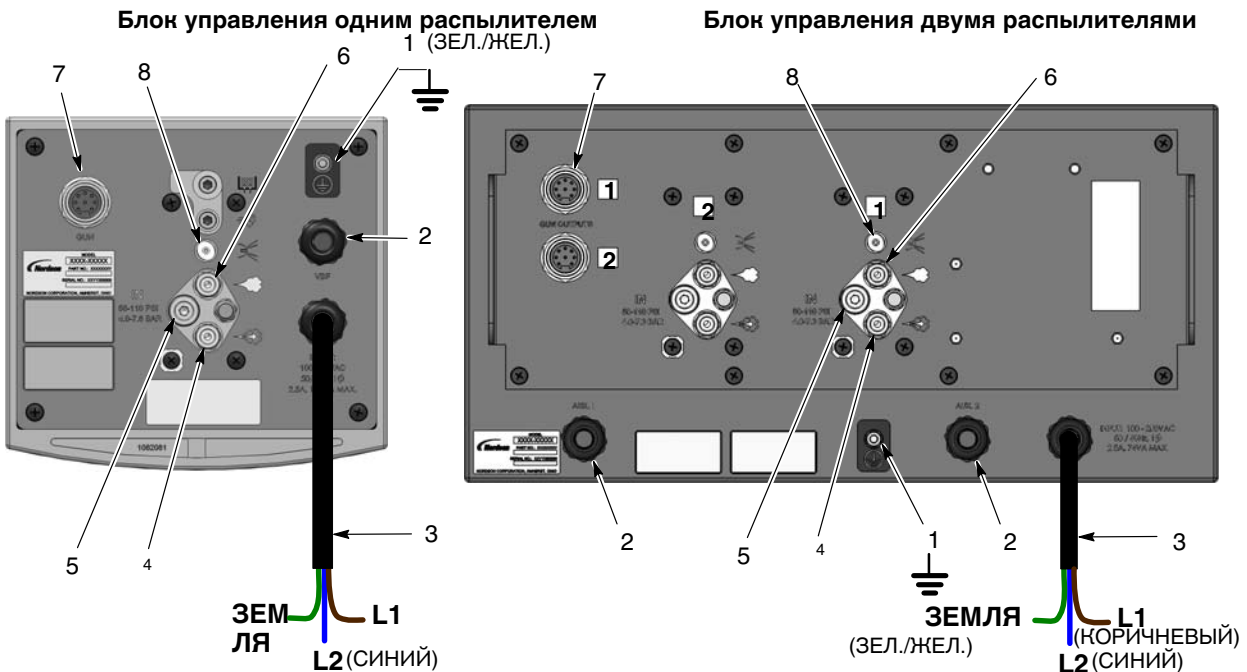

Рис. 3-4 Подключение блока автоматического управления одним/двумя распылителями
Смонтировать блок управления на плоской поверхности, обеспечив по периметру достаточный зазор для подключения к задней панели питания, сжатого воздуха и кабеля распылителя. См. размеры на рис. 3-4.
Расположить блок управления несколькими распылителями с входной или выходной стороны распылительной камеры, предусмотрев доступ к питанию и сжатому воздуху. При помощи анкерных болтов шкаф на полу. Предусмотреть лотки или крышки для защиты от повреждения пневмошлангов распылителей и насосов, а также кабелей распылителей. См. размеры на рис. 3-4.
Смонтировать соединения, как показано на рис. 3-4. При подключении удаленного пускового сигнала, сигнала блокировки конвейера и удаленного сигнала блокировки распылителей см. рис. 3-5.
См. рис. 3-4. Давление подачи сжатого воздуха на блок управления должно составлять 4,0-7,6 бар (58-110 psi).
1. См. рис. 3-4 или 3-6. Подсоединить бесцветные 4-мм пневмошланги воздушной очистки электродов к соответствующим соединителям на панелях блоков управления распылителями.
1. См. рис. 3-4 или 3-6. Подсоединить 8-мм черный пневмошланг дозирования и голубой пневмошланг распыла к соединителям блока управления распылителями.